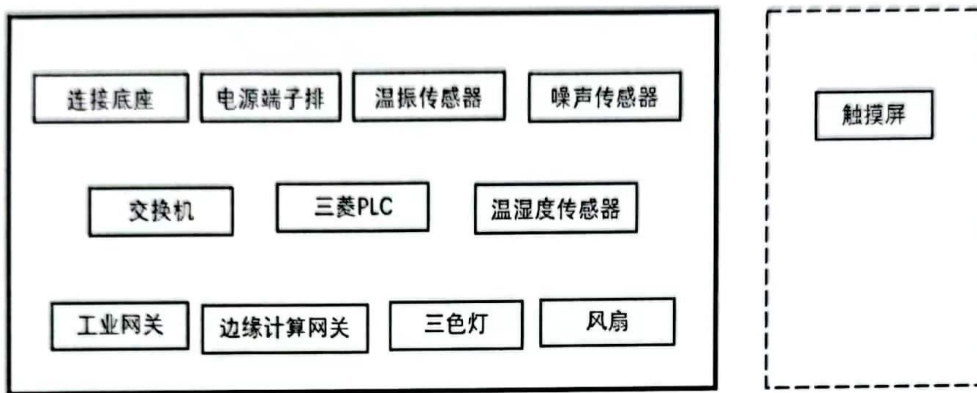

图 1-1-1 安装布局示意图
- (1) 按照图 1-1-1 的安装布局示意图所示，选择合适的设备安装到安装板上，要求设备安装标准、正确，设备安装位置工整、牢固、美观（触摸屏安装在框架后放置在桌面上）。